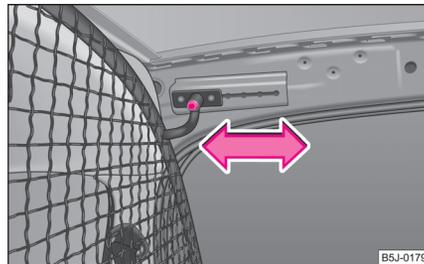
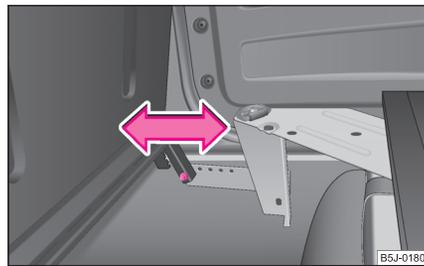

Abb. 200 Obere Aufnahme der Sicherheitstrennwand
Abb. 201 Untere Aufnahme der Sicherheitstrennwand
- Schrauben Sie auf jeder Seite im oberen Teil der Karosserie eine Schraube ⇒ **Abb. 200** und im unteren Teil eine Schraube heraus ⇒ **Abb. 201**.